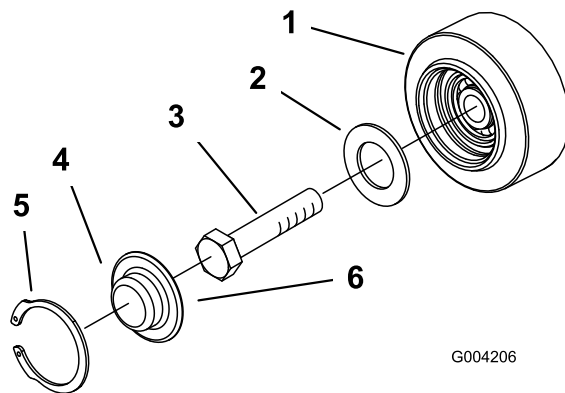

Figura 65
3. Retire la anilla a presión y el tapón de una de las ruedas de rodaje (Figura 65).
4. Compruebe la grasa que hay debajo del tapón y alrededor de la junta (Figura 65). Si está sucia, tiene arenilla o queda poca grasa, elimine toda la grasa, cambie la junta, y añada grasa nueva.
6. Coloque el tapón engrasado sobre la cabeza del perno (Figura 65).
7. Sujete el tapón de la rueda de rodaje con la anilla a presión (Figura 65).